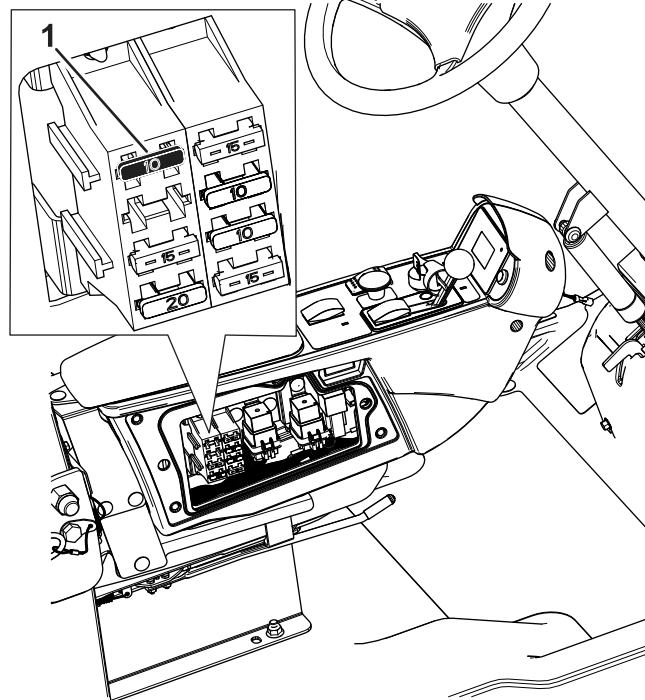

Bild 5
7. Setzen Sie die 10 A Sicherung in den Sicherungsblock ein, wie in Bild 5 dargestellt.